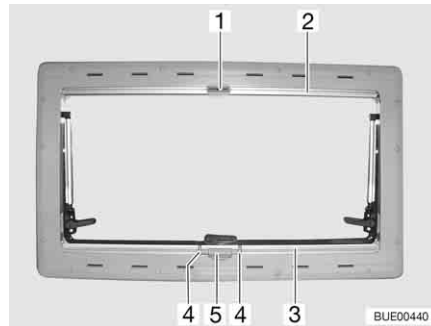

Bild 82 Överkantshängda fönster
- Tryck ihop handtaget (Bild 82,4), drag mörklägningsrullgardinen (Bild 82,3) nerifrån och uppåt till önskad höjd.
- Tryck ihop handtaget (Bild 82,4). Spärren lossas.
- Mörklägningsrullgardinen (Bild 82,3) förs långsamt tillbaka till utgångsläget.
- Drag ner insektsnätet (Bild 82,2) tills det stöter mot mörklägningsrullgardinen (Bild 82,3) och låsspaken (Bild 82,1) hakar in i spärren (Bild 82,5).
- Lossa låsspaken (Bild 82,1).